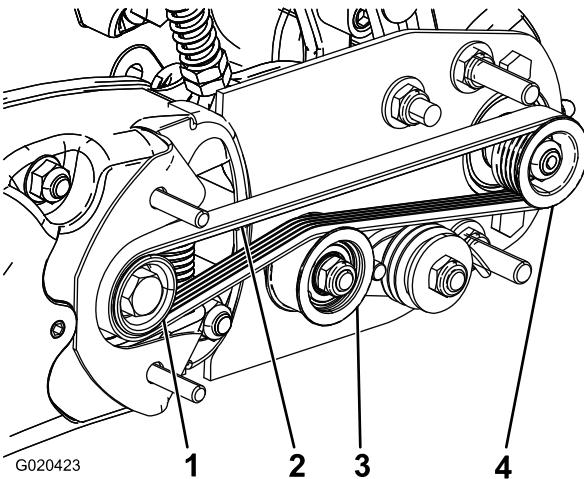

Bild 24
- Verlegen Sie den Riemen um die **Antriebsscheibe** und dann über die Oberseite der Spannscheibe (Bild 24).
- B. Verlegen Sie den Riemen von der **Antriebsriemenscheibe** ausgehend (Bild 24).